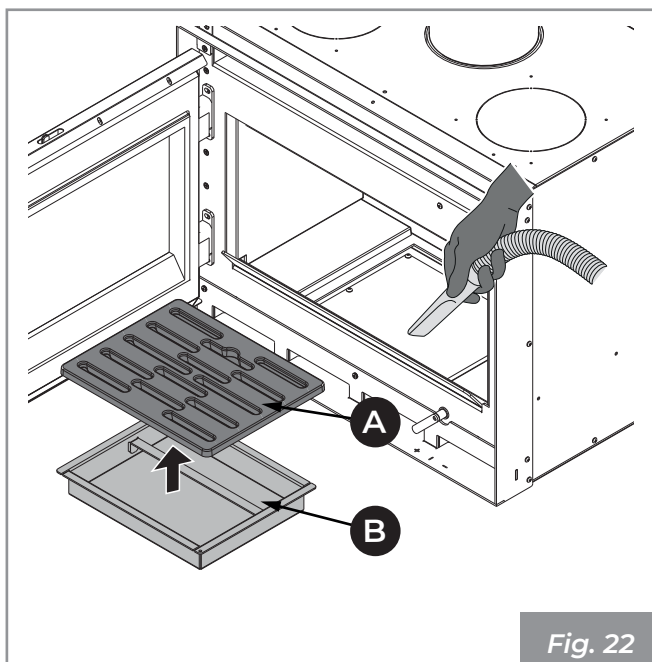

Fig. 22
- 1) Pulire accuratamente la griglia (A) (Fig. 22). Rimuoverla ed effettuare la pulizia del focolare utilizzando una scopetta (non in dotazione) facendo convogliare i residui della combustione nel cassetto cenere.